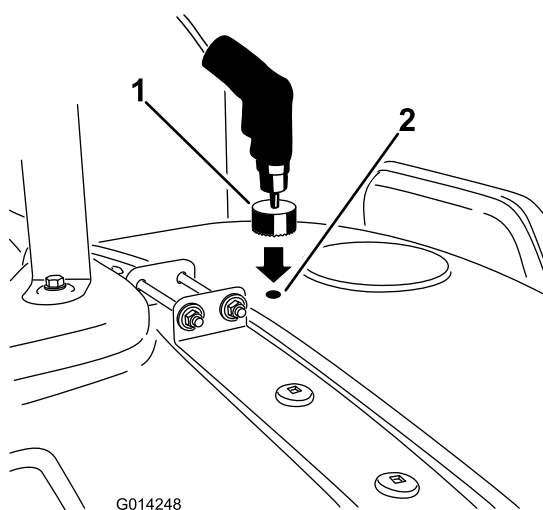

图13
6. 移至药缸盖前面的钻孔标记，对前面的孔（图13）重复以上步骤。